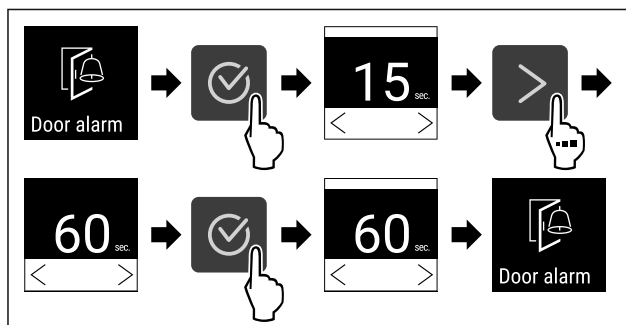

Fig. 88
- Eseguire i passi (vedere Fig. 88) .